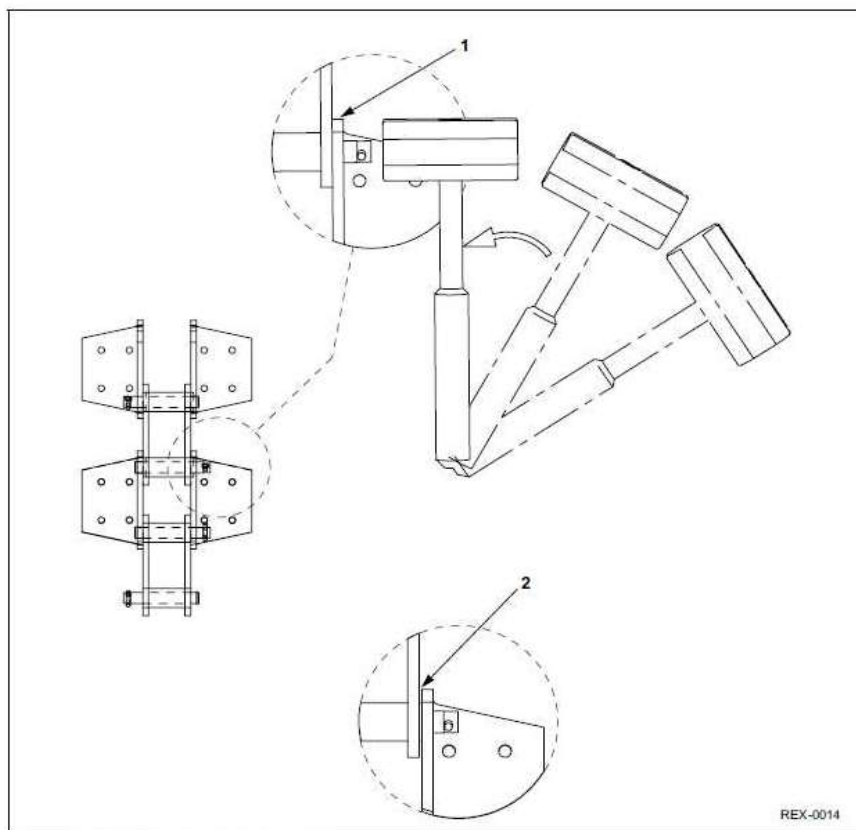

Figure 5
9. Vérifier la mobilité du maillon. Si nécessaire, rabattre l'extrémité de l'axe de chaîne en frappant dessus jusqu'à ce que la mobilité du maillon soit assurée. Fig. 5